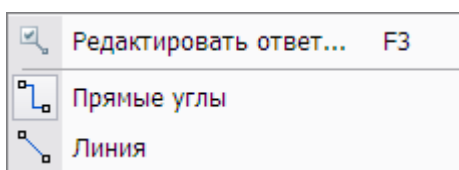

Рис. 6.72
2. В появившемся контекстном меню выберите тип соединительной линии (Рис. 6.72).